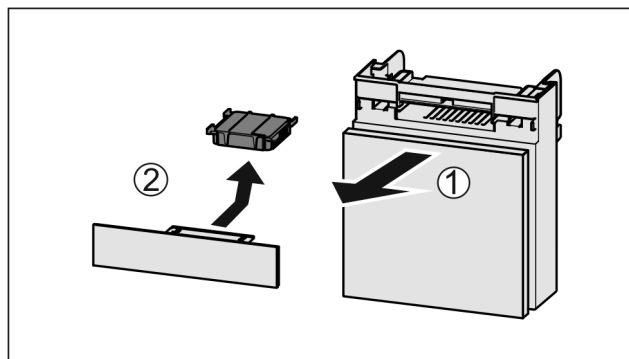

Fig. 35
- ▶ Zásuvku vytáhněte dopředu *Fig. 35 (1)*.
- ▶ Filtr s aktivním uhlím vyjměte *Fig. 35 (2)*.